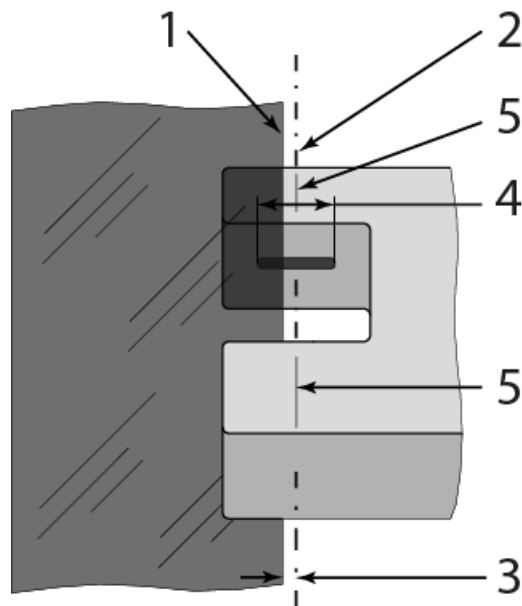

Bild 4: Ausrichtung der Sensorachse zur Materialbahn
4. Der Sensor ist richtig positioniert, wenn die Bahnkante durch die Sensorachse läuft (Mitte der Sensor-Fläche; siehe **Bild 4**).
Sensorsignal ist 0V. Der Sensor ist vollständig abgedeckt.	Sensor genauer auf Kante ausrichten (siehe Bild 4)
Sensorsignal ist 10V. Kein Material im Sensorbereich	Sensor genauer auf Kante ausrichten (siehe Bild 4)